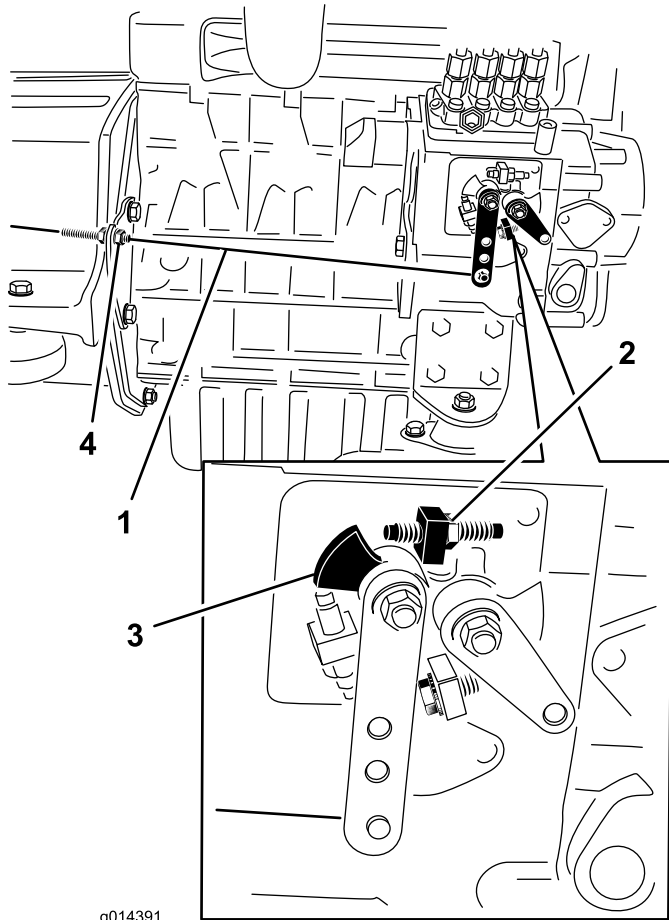

図 46
2. エンジンの燃料噴射ポンプについている速度コントロールレバーの位置を確認する。スロットルコントロール・レバーをFAST位置ディテント位置にセットした状態で、速度コントロール・レバーが高速ねじに接触していれば適正図46。
3. 必要であれば、スロットル・コントロール・ケーブルのジャムナットの位置を調整して、スロットル・コントロール・レバーをFAST位置ディテント位置にセットした時に速度コントロール・レバーが高速ねじに接触するようにする図46。